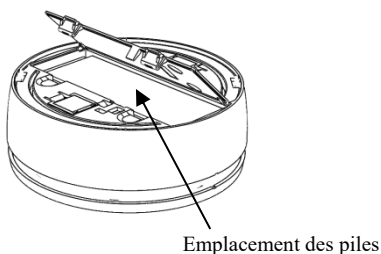

Figure 9
4. Ouvrez le couvercle du compartiment à piles (*reportez-vous à la Figure 9*).
2. Ouvrez le couvercle du compartiment à piles et déconnectez le câble des piles (*reportez-vous à la Figure 9*).